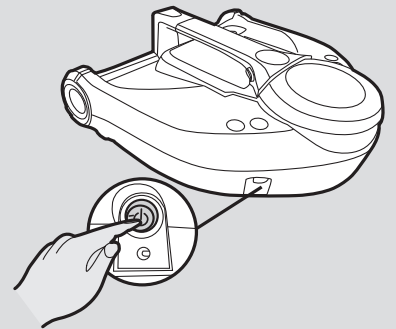

Fig. 8
1. Tryck på PÅ/AV-strömbrytaren på robotens sida. **[Fig. 8]**
6. Tryck på PÅ/AV-strömbrytaren på robotens sida. **[Fig. 8]**